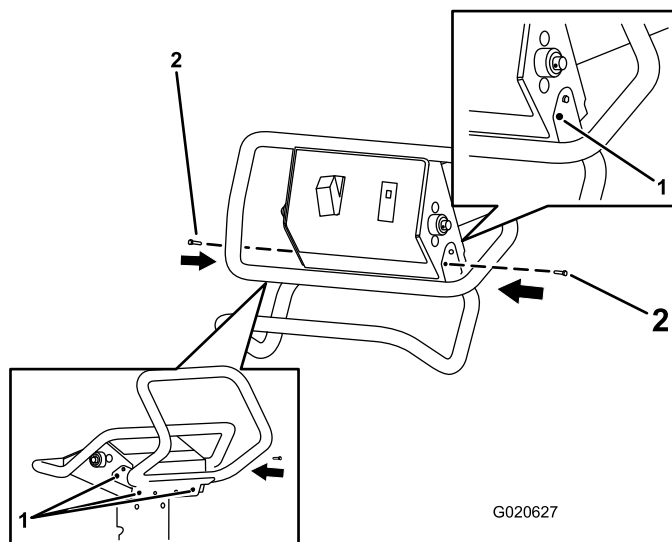
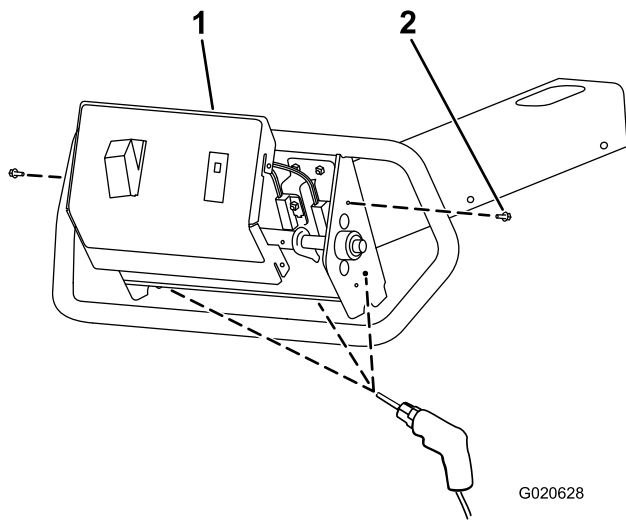

Figura 2
Figura 3
5. Sujete el manillar al bastidor con los 2 pernos de cabeza hexagonal (N° 10-24 x 3/4 pulgada), según se muestra en Figura 2.
1. Retire los 2 pernos de cabeza hexagonal (N° 10-24 x 1/2 pulgada) del bastidor (Figura 3).
2. Separe la tapa del panel de control del bastidor (Figura 3).
3. Retire los arneses de cables del interruptor y de la luz en la tapa del panel de control (Figura 3).
4. Perfore 4 taladros de 10 mm en el bastidor, en las posiciones marcadas en el paso 6 del procedimiento 1 Marcado del bastidor (página 1); consulte también Figura 2 y Figura 3.